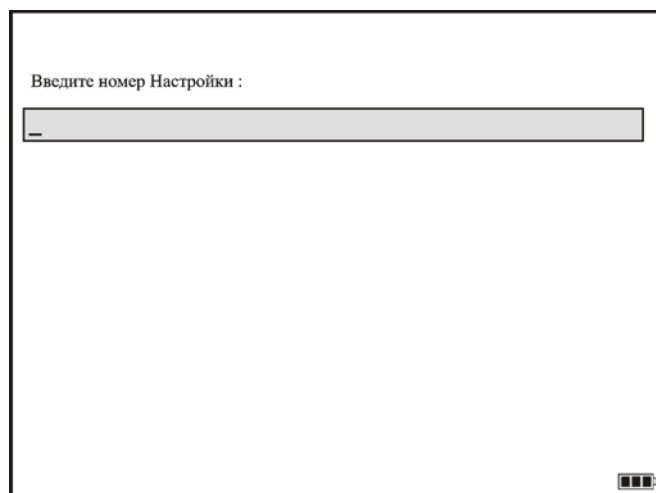

Рис. 5.27.
5.6.2.1. Для создания настройки в параметре «**Образец 1**», «**Образец 2**» или «**Образец 3**» необходимо вызвать параметр «**Образец 1**», «**Образец 2**» или «**Образец 3**» основного меню, затем в появившемся окне (рис. 5.27) необходимо ввести номер настройки по образцу, сохраненной в памяти дефектоскопа в меню